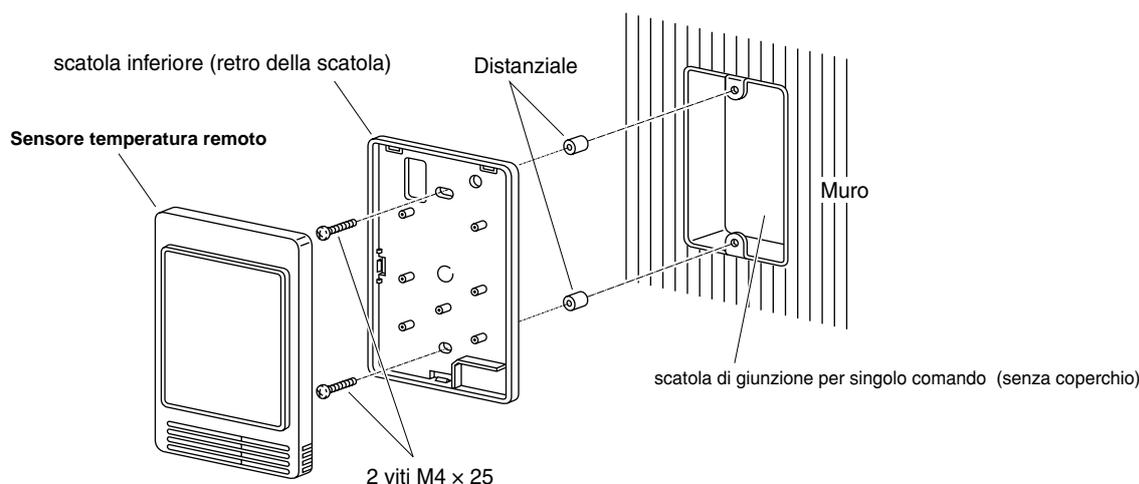

Fig. 3-57
- Usare una scatola di giunzione elettrica (fornitura in cantiere) Fig. 3-57 per il montaggio a filo muro del sensore remoto.